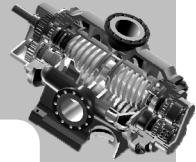

图 4.7.3 定义固定面
Step3. 定义固定面。确认“固定面”按钮 处于激活状态，选取图 4.7.3 所示的模型表面为固定面。